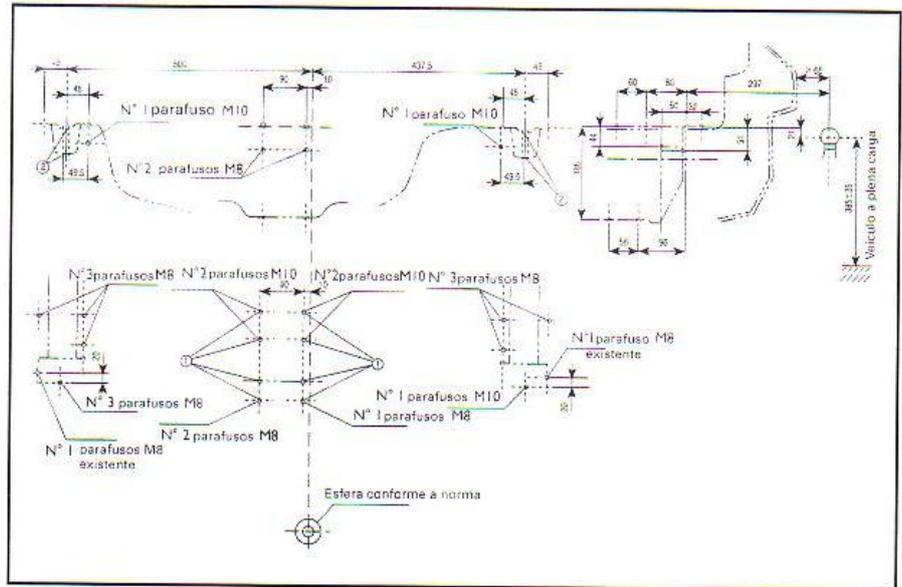

fig. 8
**ESQUEMA DE MONTAGEM - Brava - fig. 8**
A estrutura do gancho de reboque - **fig. 8** - deve ser fixada nos pontos indicados por  com um total de 11 parafusos M8 e 4 parafusos M10.